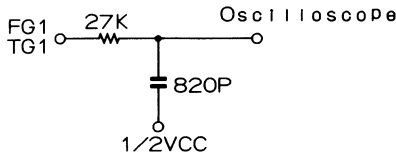

Figure 27-3
(Reference) When the noise element of the error waveform is large and unclear, observe the waveform through the low-pass filter (Fig. 27-3).
*7 Der passende Meßbereich des Oszilloskops entspricht 0,1 V und 0,5 mS. Der Auslöser ist ebenso wie *5. (Bezug) Wenn das Rauschelement der Fehlerwellenform groß und unklar ist, die Wellenform durch den Tiefpaßfilter beobachten (Abb. 27-3).
(Référence) Lorsque le facteur de l'erreur sur la forme d'onde d'erreur est large et flou, observer la forme d'onde à travers le filtre passe-bas (Fig. 27-3).